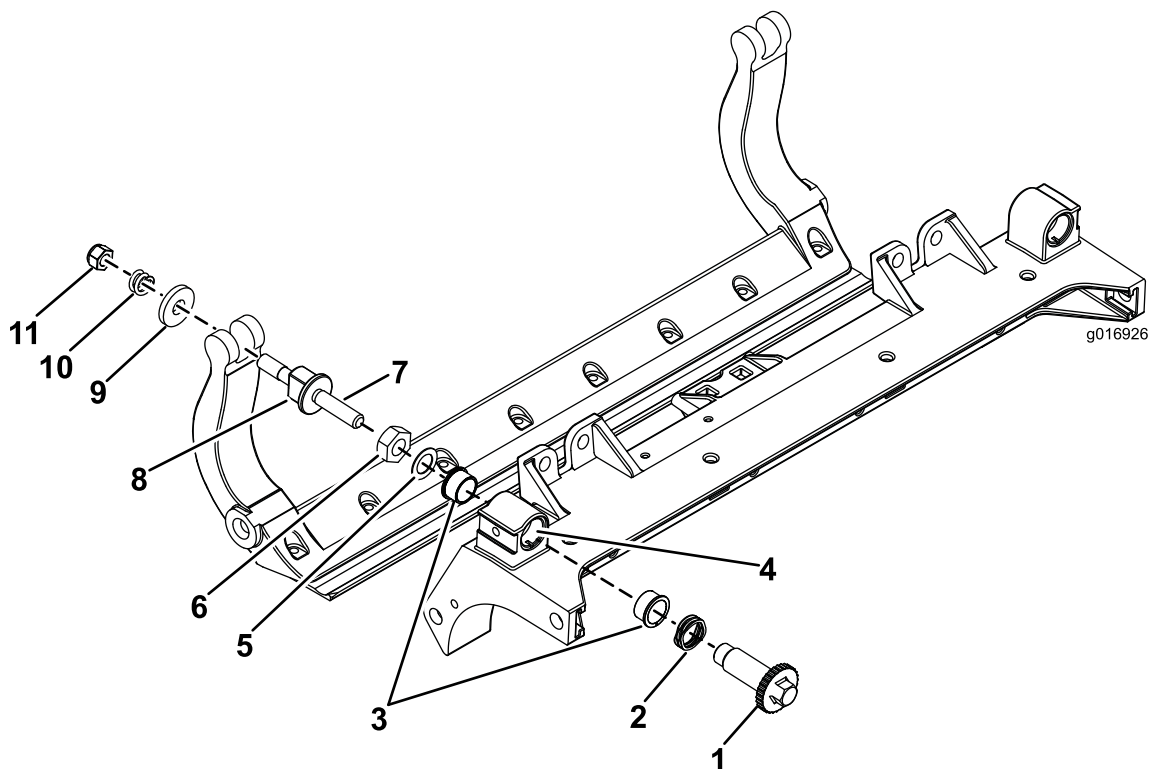

Figure 34
1. Déposez toutes les pièces (voir les *Instructions d'installation* du Kit DPA renforcé, modèle n° 120-7230 et Figure 34).
2. Appliquez du produit antigrippage « Never Seize » à l'intérieur du logement des bagues sur le cadre central du plateau de coupe (Figure 34).
3. Alignez les clavettes des bagues à embase sur les fentes dans le cadre, et mettez les bagues en place (Figure 34).
4. Posez une rondelle ondulée sur l'axe de réglage et insérez l'axe dans les bagues à embase sur le cadre du plateau de coupe (Figure 34).
5. Fixez l'axe de réglage avec une rondelle plate et un contre-écrou (Figure 34). Serrez le contre-écrou à un couple de 20 à 27 N m.
12. Placez une rondelle en acier à l'extérieur de chaque rondelle en nylon (Figure 34).
13. Serrez l'écrou sur chaque vis de réglage de la barre d'appui jusqu'à ce que le ressort de compression soit complètement comprimé, puis desserrez l'écrou de 1/2 tour (Figure 34).